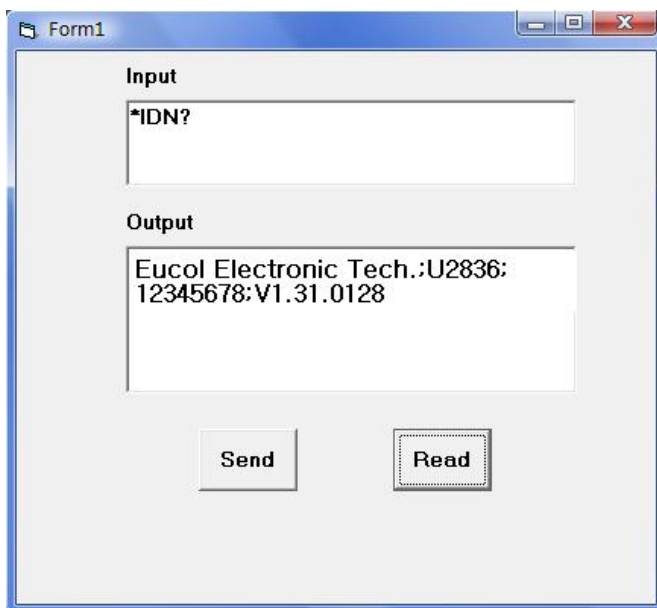

图 4-2-3
6. 保存并运行整个工程，得到单个可执行文件。当仪器与 PC 机成功相连时，在 Input 下文本编辑框中输入一条命令，如*IDN? (*IDN?为默认输入命令)，按“Send”按键，再按“Read”按键，仪器返回的结果将显示在 Output 下文本编辑框中。如图 4-2-3 所示。